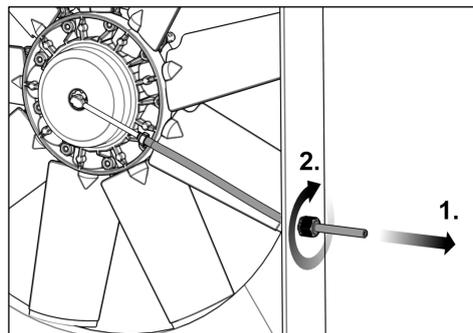

Рис. 31
- 24) Натянуть напорный шланг (см. Рис. 31, этап 1) таким образом, чтобы узел подачи воздуха имел небольшое пространство для перемещения (макс. 15°).
- 25) Зафиксировать напорный шланг в зажимной муфте (см. Рис. 31, этап 2).